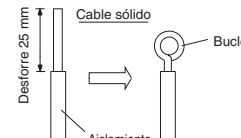

Fig. 3-54
- (1) Corte el extremo del cable con alicates de corte y quite el aislante para exponer el cable unos 25 mm. (Fig. 3-54)